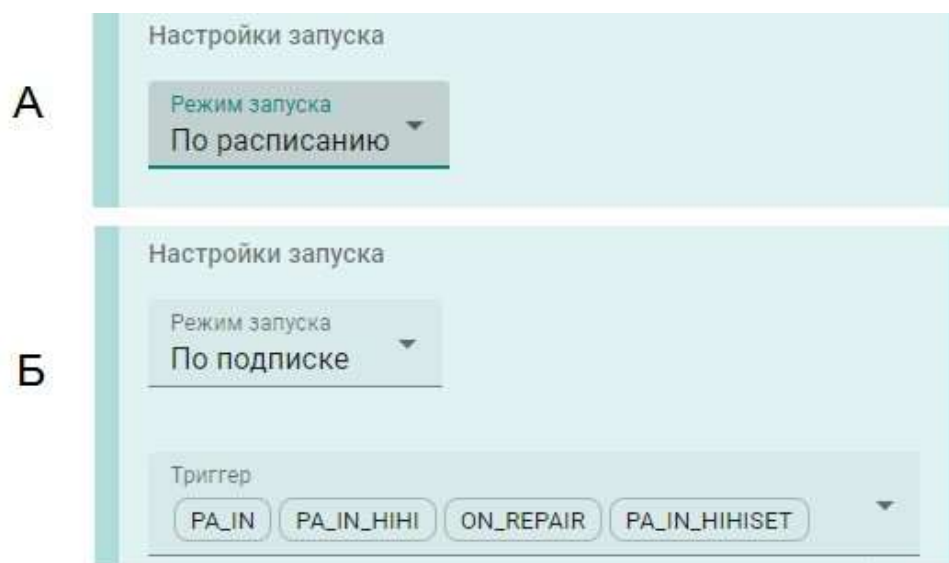

Рисунок 2.5 — Настройки запуска скрипта:
1. Условия исполнения сценария (3):
2. Автозапуск скрипта (4) – если указать необходимость автозапуска («Да»), то после привязки скрипта к объекту рабочий процесс запустится автоматически – см. рисунок 2.5.